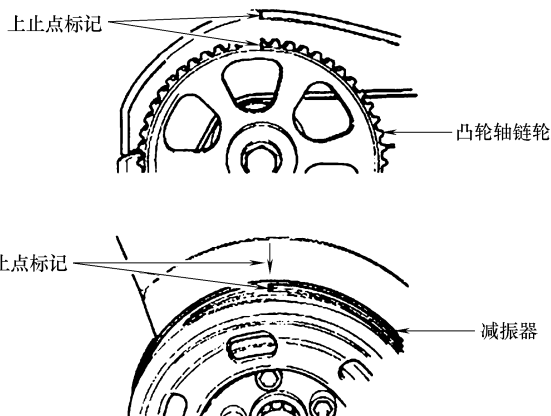

图 1-42 对齐正时标记
6) 转动曲轴链轮中心螺栓，将曲轴扭转减振器对准到 1 缸上止点位置。确保凸轮轴链轮的正时标记与正时带后罩上的标记对齐，如图 1-42 所示。
2) 确认凸轮轴和曲轴的正时标记对齐（图 1-42），将正时带安装到水泵、张紧器轮和凸轮轴链轮上。